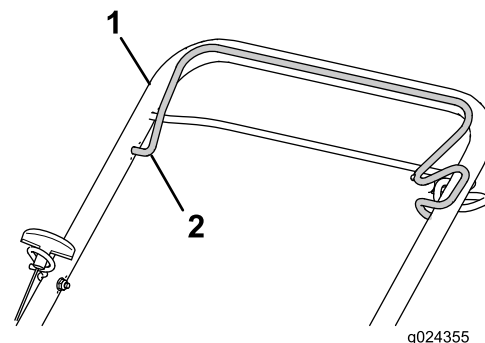

Bild 13
3. Halten Sie den Schaltbügel gegen den oberen Bügel (Bild 13).